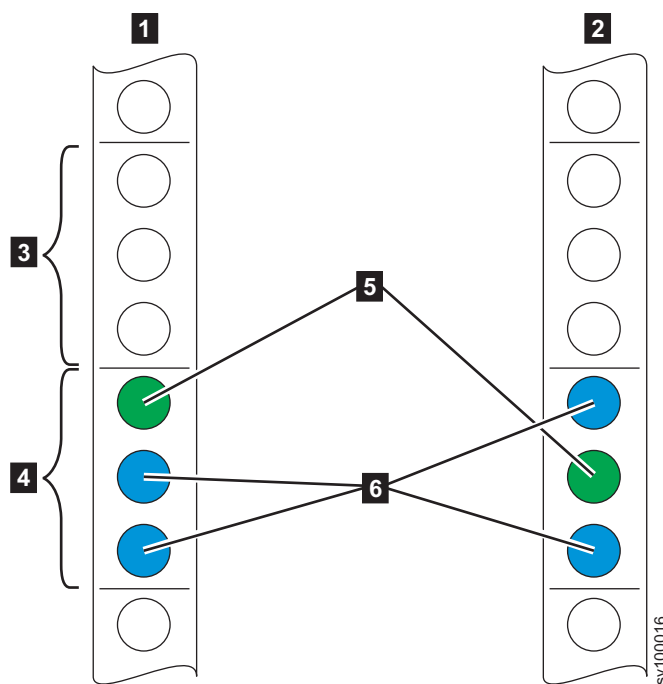

Figura 21. Identificando o espaço de rack
2. Selecione um espaço 2U disponível (dependendo do nó que você está instalando) em seu rack para instalar seu nó, conforme mostrado em Figura 21.